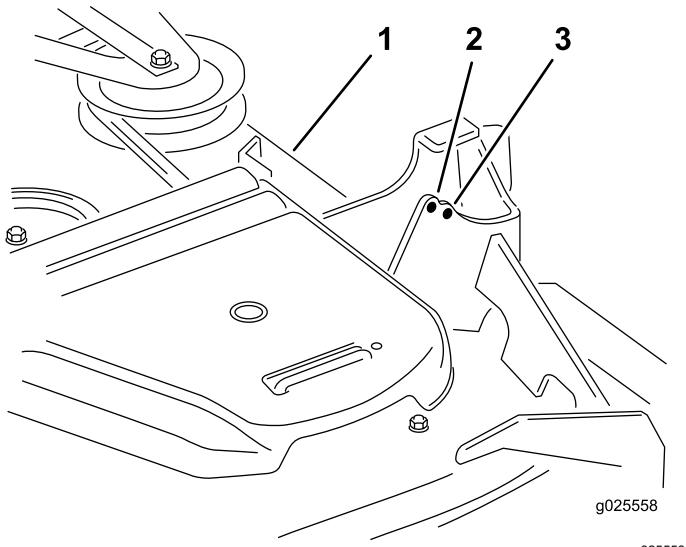

**Рисунок 83**
11. Якщо 4 регулятора кожуха недостатньо відрегульовані для досягнення точної висоти скошування за допомогою необхідного кута ухилю, ви можете відрегулювати систему з однієї точки (Рисунок 83).
12. Щоб відрегулювати систему з однієї точки, спочатку ослабте передній та задній болти кріплення пластини висоти різання (Рисунок 83).
14. Затягніть 2 болти на нижній частині пластини висоти різання (Рисунок 83).